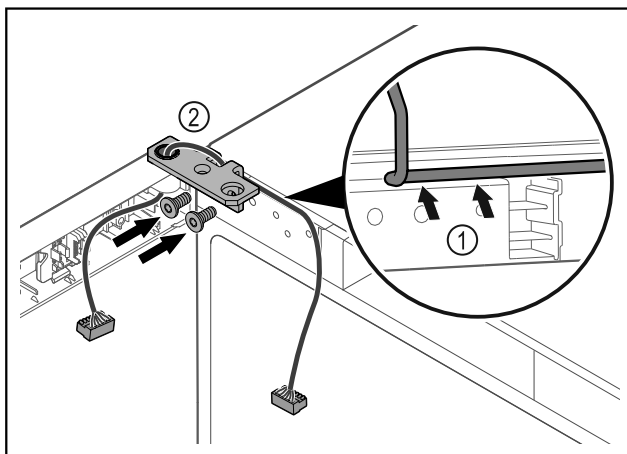

Fig. 57
- ▶ Introdurre il cavo nel foro della cerniera angolare e posarlo con cautela Fig. 57 (1).
- ▶ Avvitare la cerniera angolare Fig. 57 (2).